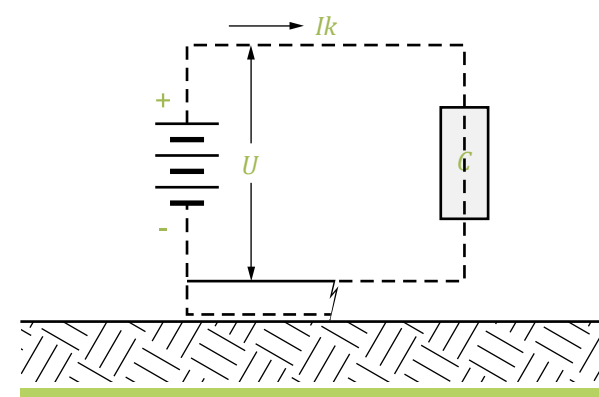

Figura 13
- » Tercer caso: La figura 13 muestra el circuito correspondiente a este caso, en donde se puede apreciar que la corriente de cortocircuito I_k , aparte de circular por los cables, el camino por tierra. ■